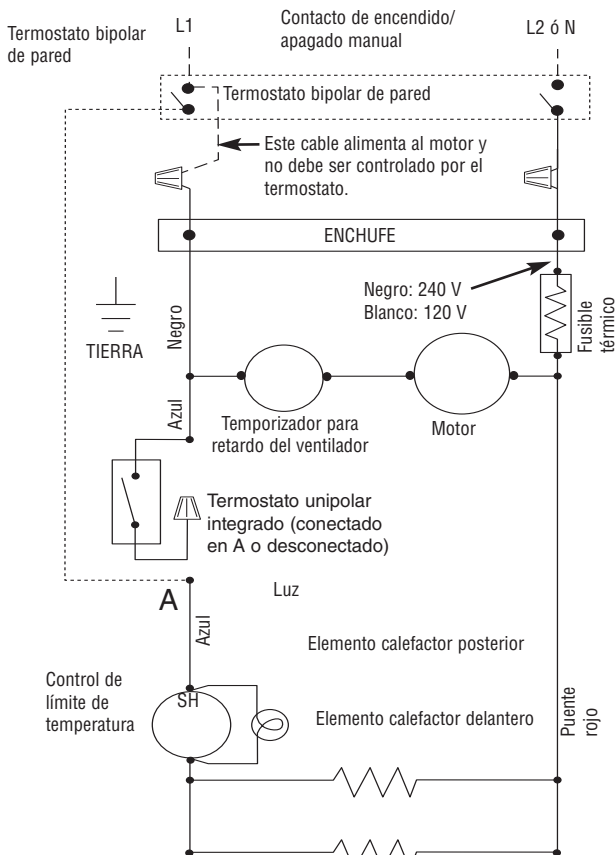

Figura 3 – Conexión del termostato remoto (si desea la menor potencia, desmonte el puente rojo)
- b. Desconecte el cable azul del termostato integrado en el punto A indicado en el diagrama de cableado, figura 3, y cubra el extremo del cable con un conector a rosca aislado. Conecte el cable azul al cable del lado de carga del termostato (vea la figura 3). Conecte el resto de los cables de acuerdo a lo indicado en la figura 3.